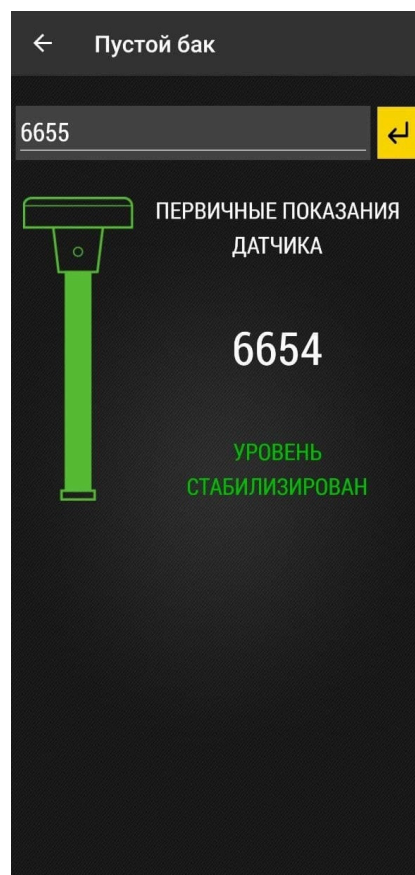

Рис.22. Уровень стабилизирован
2. Дождитесь стабилизации уровня — появится сообщение «**Уровень стабилизирован**», окрашенное в зеленый цвет (**Рис.22**).